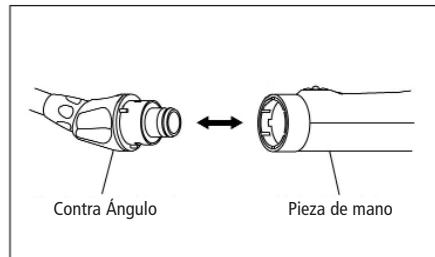

Fig. 7
(2) Cambio de Contra Ángulo
- Para quitar la cabeza del contra ángulo tirar de ella axialmente. (Fig. 7)